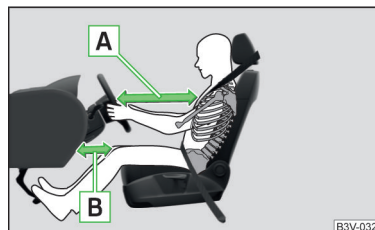

Fig. 22
- Es importante que el conductor y el acompañante mantengan una distancia mínima de 25 cm con respecto al volante o al tablero de instrumentos » fig. 22 **A**. Si no respeta esta distancia, el sistema de airbag no podrá protegerle. ¡Peligro de muerte! Siempre deben estar correctamente ajustados los asientos delanteros y los reposacabezas a la estatura del ocupante.
- Ajustar el asiento del conductor longitudinalmente de forma que la distancia de las piernas hasta el cuadro de interruptores en la zona del airbag para las rodillas sea al menos de 6 cm » fig. 22 - B. En caso de que no sea posible cumplir esta condición debido al tamaño del cuerpo, se debe acudir a un taller especializado.